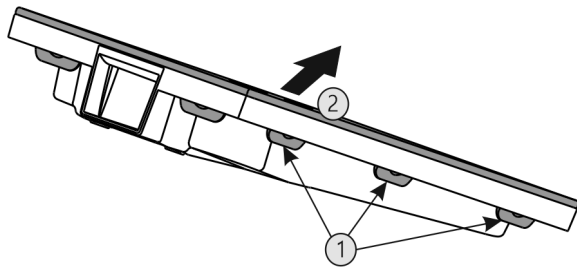

Fig. 67
- ▶ Alle Laschen Fig. 67 (1) nacheinander drücken und die Abdeckung Fig. 67 (2) entnehmen.